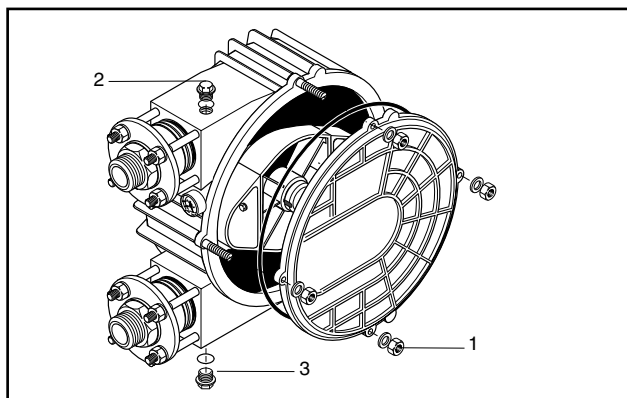

Fig. 13 Pumpehoved
3. Skru skrueproppen (pos. 2, fig. 13) ud, skru olieaftapningsventilens dæksel af (pos. 3, fig. 13), skru tilslutningsstykke på og lad glidemidlet løbe ud i en beholder.
4. Fjern pumpedæksel og O-ring efter at de 4 dækselmøtrikker (pos. 1, fig. 13) er skruet af, og lad det resterende glidemiddel løbe ud af pumpehuset i beholderen.